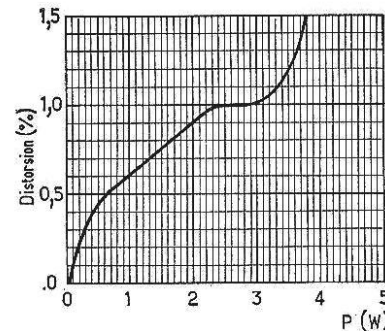

Fig. 4. — Courbe de la distorsion en fonction de la puissance.
- Puissance modulée (fig. 4) = 3 W pour 1 % de distorsion à 400 Hz.